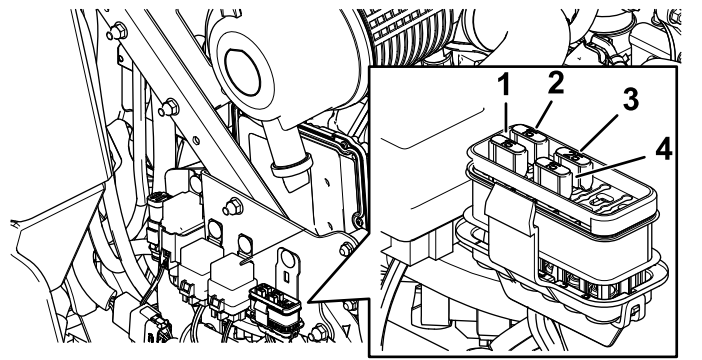

Bild 45
3. Setzen Sie eine neue Sicherung ein (**Bild 45**).